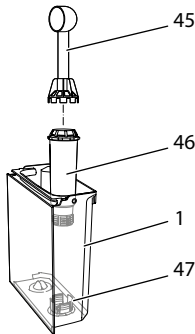

Abb. 25: Wasserfilter ein-/ ausschrauben
- Entfernen Sie den Wasserfilter, wenn das Gerät Sie dazu auffordert (siehe Abb. 25 *Wasserfilter ein-/ ausschrauben* auf Seite 46).